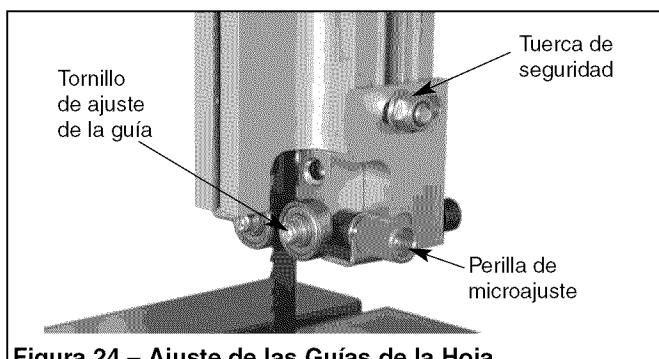

Figura 24 – Ajuste de las Guías de la Hoja
- Para ajustar las guías superiores de la hoja, primero sitúe las guías derecha e izquierda de rodillo con respecto a la hoja, aflojando la tuerca de fijación (véase la Figura 24) y moviendo el portaguías hasta que ambas guías de rodillo estén a aproximadamente $\frac{1}{16}$ " detrás de los espacios entre los dientes de la hoja de la sierra.
- Afloje el tornillo de ajuste de la guía (véase la Figura 24) en cada lado de la hoja de la sierra y gire las perillas de microajuste para ajustar las dos guías de rodillo a no más de $\frac{1}{32}$ " de la hoja de la sierra. No coloque las guías de rodillo demasiado cerca, porque eso afectará adversamente la vida útil de la hoja de la sierra.